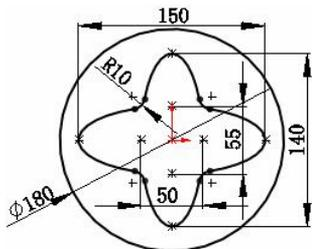
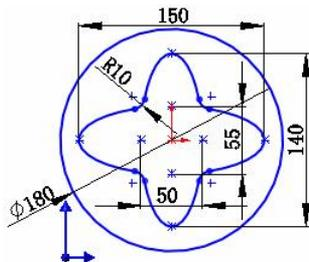

图 1.6.3 草图
图 1.6.4 显示插入点
Step2. 绘制草图。在草图环境下绘制图 1.6.3 所示的草图。
(1) 选择要创建块的草图实体。选择下拉菜单 **工具(T)** → **块(B)** → **制作(M)** 命令, 系统弹出“制作块”对话框, 选取图中的所有草图实体作为块实体。
(2) 显示插入点。展开 **插入点(I)** 区域, 同时, 图形中显示出插入点, 如图 1.6.4 所示。
(3) 定义插入点。将插入点拖动到和原点重合, 结果如图 1.6.4 所示。